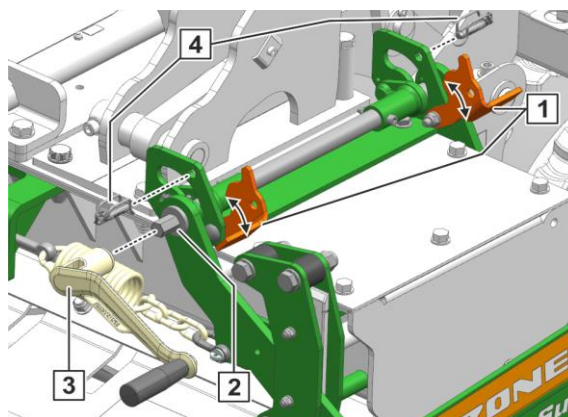

Fig. 151
1. Demontere låsesplint (Fig. 151/4)
2. Sett betjeningsverktøyet (Fig. 151/3) på justeringsakselen (Fig. 151/2).
3. For å avlaste festevinklene (Fig. 151/1), dreii betjeningsverktøyet med urviserens retning.